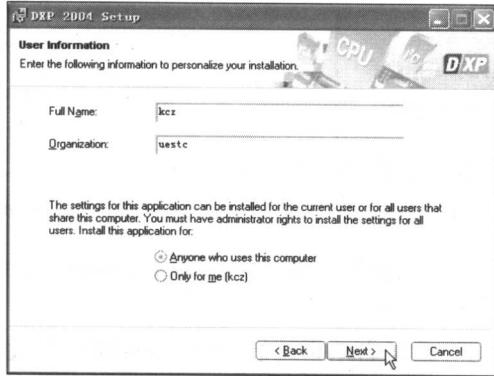

图 1-7 安装向导第 3 步
► 步骤 9：在该对话框中选中 **I accept the license agreement** 单选项，然后单击 **Next >** 按钮，系统将弹出如图 1-7 所示的安装向导对话框。